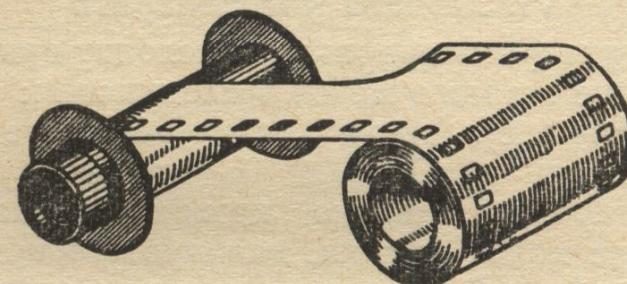

Рис. 5.
2. Обрежьте конец фотопленки по форме, показанной на рис. 5.
3. Пропустите конец фотопленки в одну из щелей катушки с широкой стороны (рис. 5). Вышедший из противоположной (узкой) стороны щели конец фотопленки загните и пропустите во вторую щель с узкой стороны. Затем конец пленки трижды перегните и натяните так, чтобы конец ее заклинился в щели.